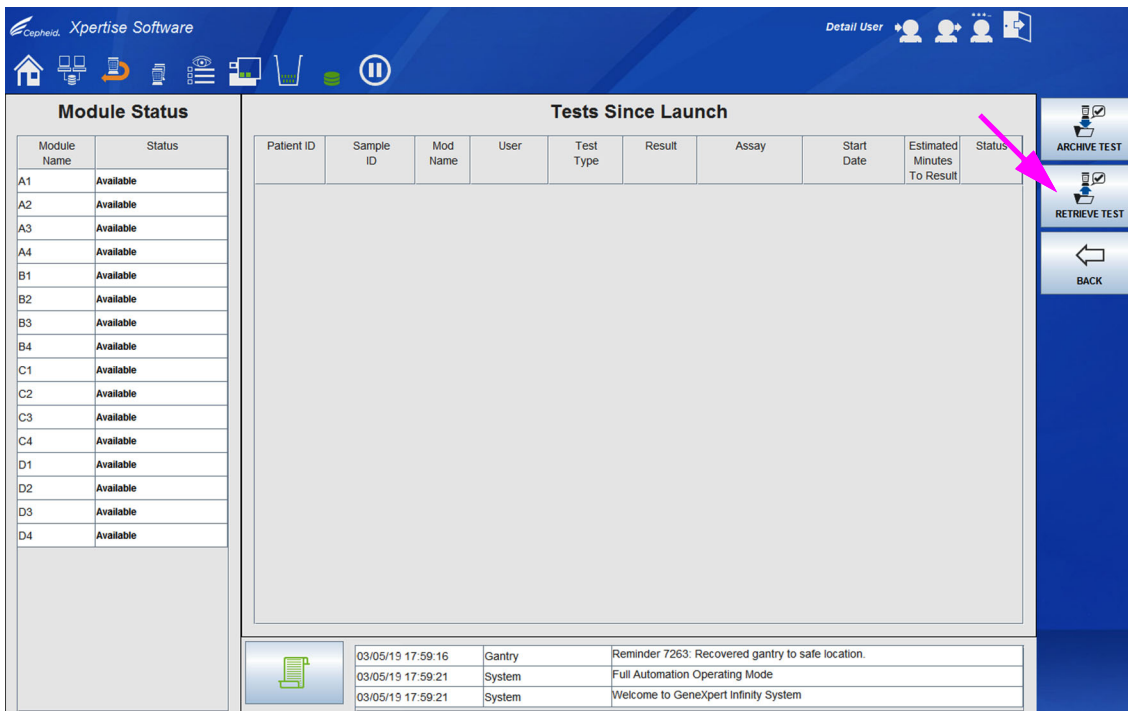
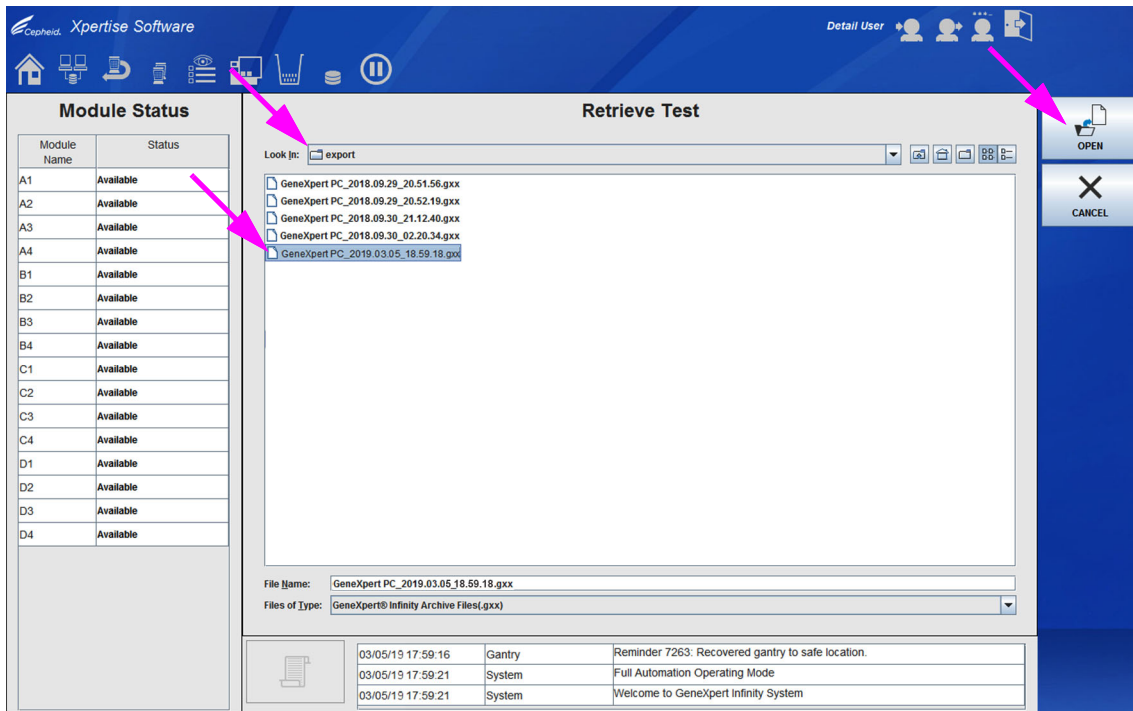
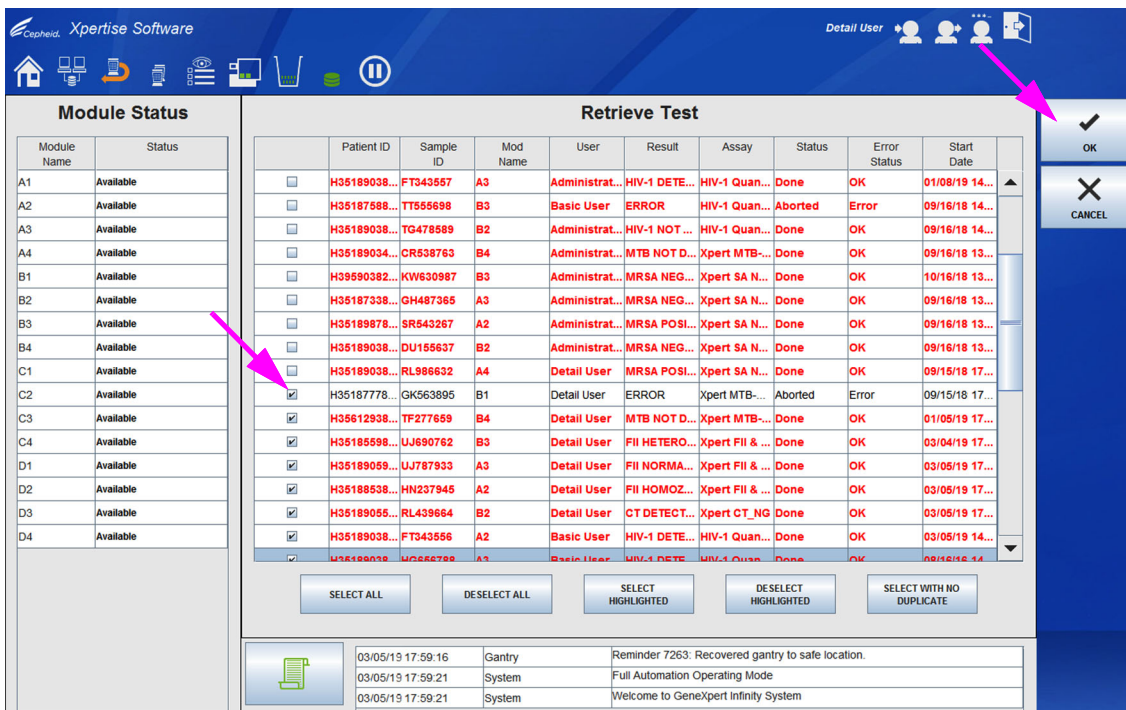
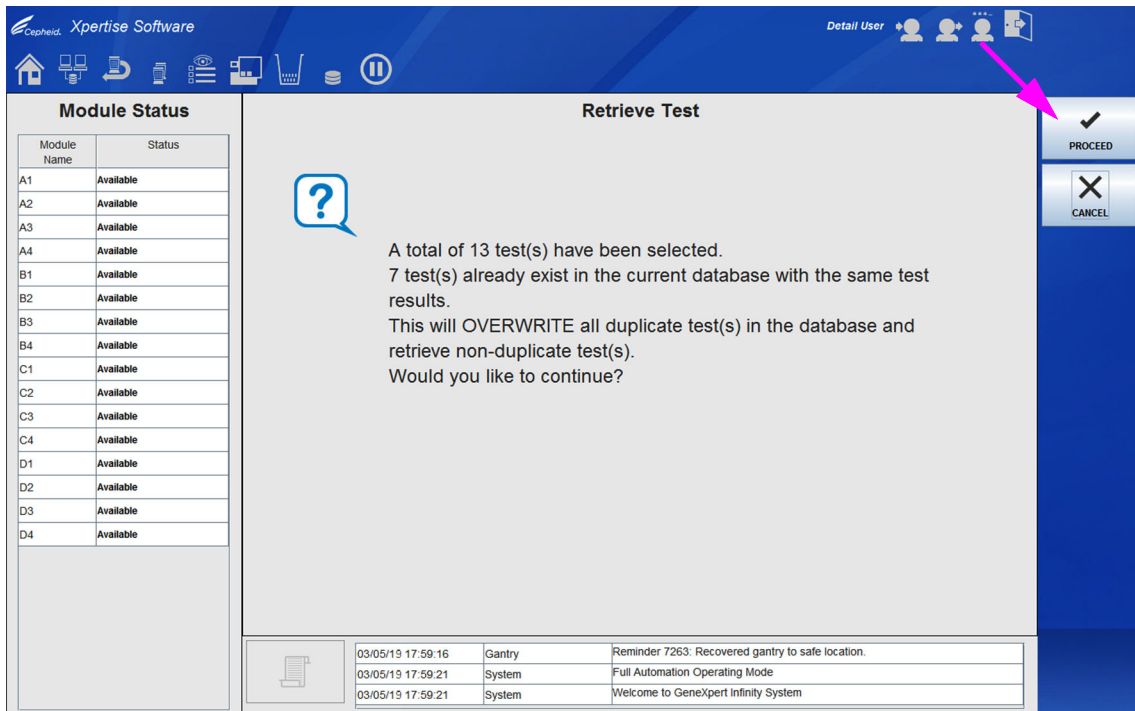

Figura 5-139. Menu Data Management (Gestão de dados)
Figura 5-140. Área de trabalho Retrieve Test (Recuperar teste) a mostrar uma lista de ficheiros arquivados anteriormente
Figura 5-141. Área de trabalho Retrieve Test (Recuperar teste) a mostrar os testes para selecionar
Figura 5-142. Confirmação da área de trabalho Retrieve Test (Recuperar teste)
1. No menu Data Management (Gestão de dados), selecione o botão **RETRIEVE TEST (RECUPERAR TESTE)** (ver Figura 5-139). Será apresentada a área de trabalho Retrieve Test (Recuperar teste) a mostrar uma lista dos ficheiros arquivados anteriormente. Ver Figura 5-140.
2. Utilize a lista pendente **Look In: (Procurar em:)** para localizar e selecionar a pasta onde o ficheiro de arquivo (.gxx) está armazenado. A pasta predefinida é a pasta Export (Exportar) para o software Xpertise. Ver Figura 5-140.
3. Selecione o ficheiro e selecione o botão **OPEN (ABRIR)** (ver Figura 5-140). Será apresentada uma tabela dos testes existentes nesse ficheiro de arquivo. Se alguns testes dos ficheiros de arquivo já existirem na base de dados, serão apresentados com o texto a vermelho. Ver Figura 5-141.
4. Selecione a caixa de verificação adjacente a cada teste que pretende recuperar. Ver Figura 5-141. Pode selecionar os testes individuais um a um ou selecionar um grande número de testes, selecionando um dos seguintes botões na parte inferior da área de trabalho Retrieve Test (Recuperar teste):
5. Seleccione o botão **OK** (ver Figura 5-141). É apresentada uma mensagem de confirmação. Ver Figura 5-142.